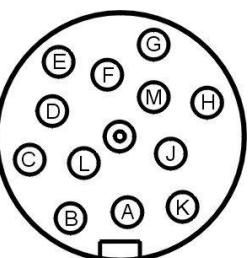

Abbildung 1
- Wird am Ventilblock VB25 die Rückplatte oder der Ventilblock an eine beliebige Platte in einer Vorrichtung / Maschine montiert, muss auf der Rückseite (siehe Abb.1) eine bundlose Verschlusschraube G 1/8 (ähnlich DIN EN ISO 4026) in den Zentralanschluss dichtend eingeschraubt werden.
Zur elektrischen Versorgung besitzt der Ventilblock einen 12-poligen M16 Steckverbinder (Abb. 1), über den die Versorgungsspannung und die Steuersignale zugeführt werden. Durch die integrierte Steuerelektronik lassen sich die 4 Ventile mit Strömen kleiner 1 mA ohne Leistungsschalter direkt ansteuern.